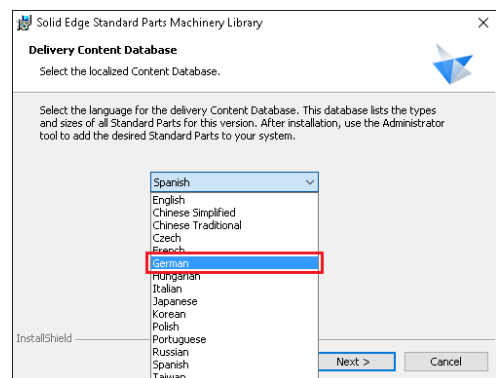

Abbildung 15
- 4.4. Wählen Sie als die zu installierende Sprachversion „German“ aus und bestätigen die Auswahl mit einem Klick auf „Next“ (Abb. 15).